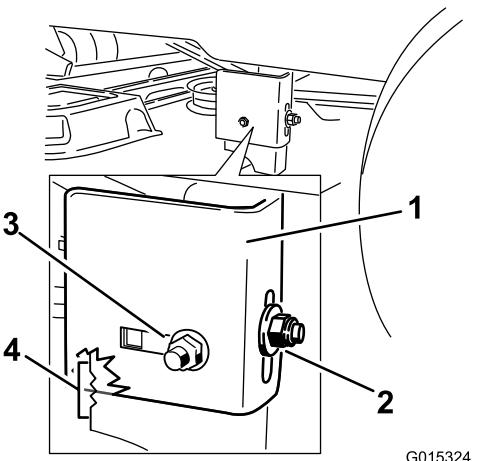
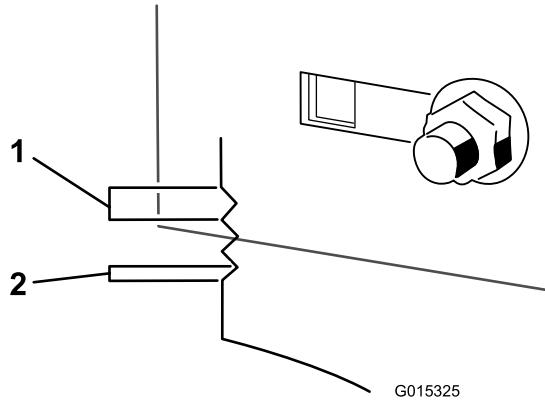

Bild 54
Bild 55
8. Lösen Sie die hintere Sicherungsmutter am Hängeprofil (Bild 54).
9. Lösen Sie die seitliche Sicherungsmutter am Hängeprofil so viel, dass Sie das Profil einstellen können (Bild 54). Messen Sie mit den Kerben an der geschweißten Halterung die Größe der Anpassung. Jede Kerboberfläche entspricht 6,35 mm, eine Seite entspricht 3,17 mm (Bild 55). Stellen Sie das Mähwerk auf die gewünschte Höhe.
10. Stoppen Sie das Mähwerk an der eingestellten Stellung und ziehen Sie die seitliche Sicherungsmutter am Hängeprofil fest, um die neue Stellung zu arretieren (Bild 54). Ziehen Sie die hintere Sicherungsmutter am Hängeprofil fest.